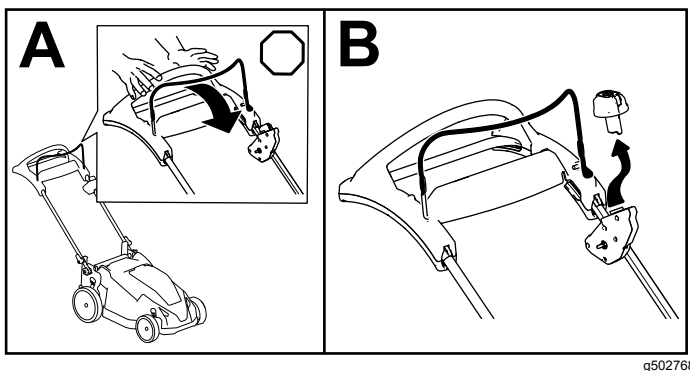

Figure 17
1. Relâchez la barre de commande (A de Figure 17).
2. Retirez le bouton de démarrage électrique du commutateur de démarrage électrique (B de Figure 17).